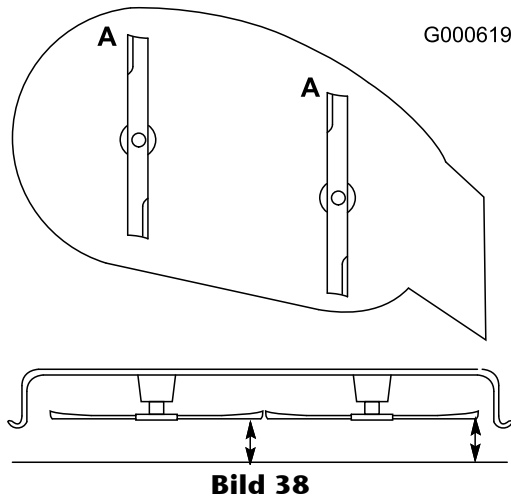

Bild 38
1. Drehen Sie die Schnittmesser, bis die Enden nach vorne und hinten gerichtet sind (Bild 38). Messen Sie von einer ebenen Fläche bis zu den Schnittkante (Position A) der Messer (Bild 38). Notieren Sie diesen Wert.